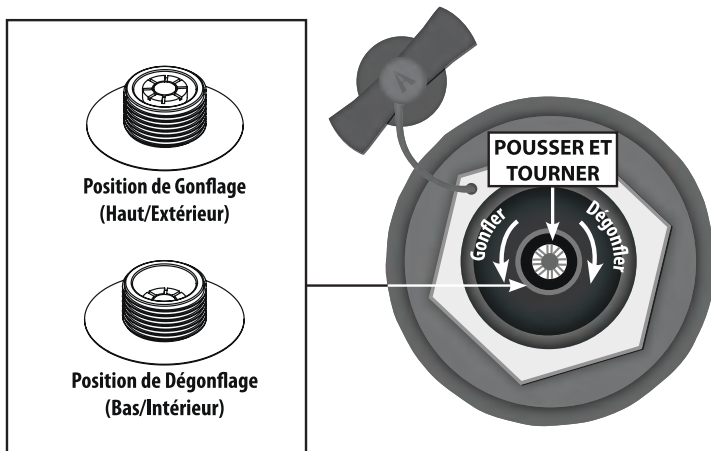

Figure 1. Gonflage / Dégonflage Valve à ressort
2. Poussez les tiges de la valve vers l'intérieur et faites-les pivoter pour dégonfler (voir figure 1).